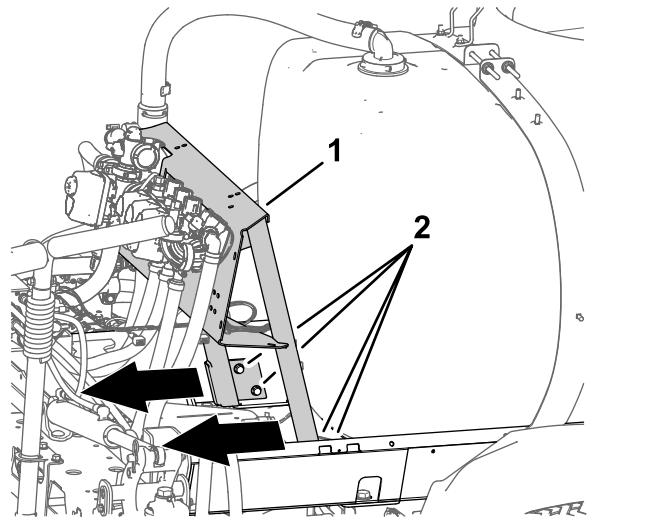

Bild 11
1. Lösen Sie die vier Bundkopfschrauben ($\frac{3}{8}$ " x 1") und die vier Sicherungsbundmuttern ($\frac{3}{8}"), mit denen die Ventilbefestigung am Behälterrahmen befestigt ist (Bild 11).$
2. Schieben Sie die Ventilbefestigung nach hinten (Bild 11).